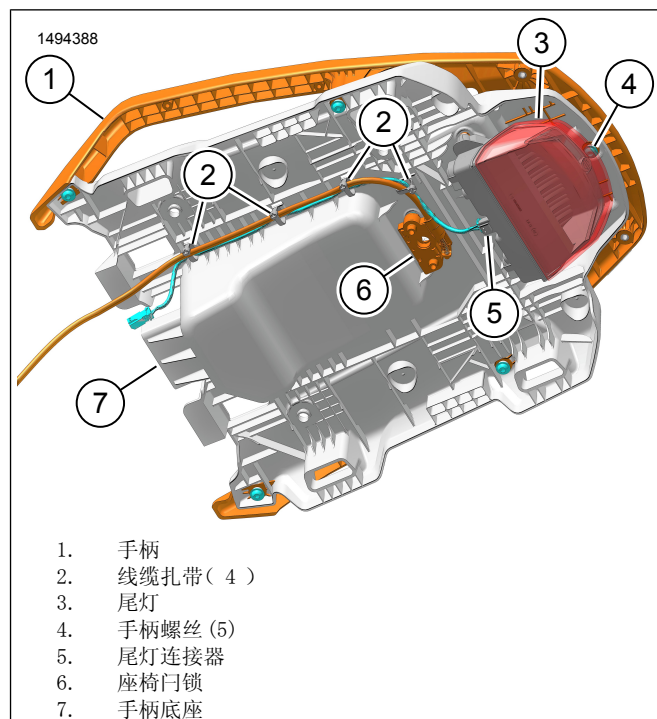

图4。拆卸手柄底座
2. 参见图4。拆下线缆扎带并丢弃(2)。
3. 参见图4。拆下尾灯(3)。
4. 参见图4。拆下座椅锁扣(6)。
5. 参见图4。从手柄底座(1)上拆下手柄(7)。
1. 参见图4。安装座椅锁扣(6)。
2. 参见图4。安装尾灯(3)。
3. 参见图 4。布设座椅锁扣电缆和尾灯线束。使用新线缆扎带(2)固定。